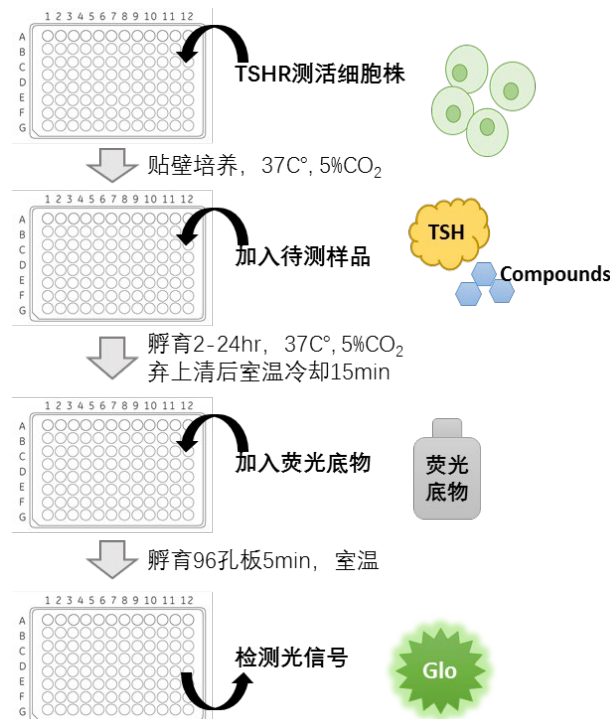

图 3. Rhinogen® TSHR Reporter Bioassay 检测流程图
Rhinogen® TSHR 报告基因检测系统提供的 TSHR 相关生物学活性检测方法操作具有操作简便（图 3）、变异性低、量效关系良好、灵敏度高等特点。
- 加样顺序为 TSHR 测活细胞株→待测样品→荧光底物（图 3）。